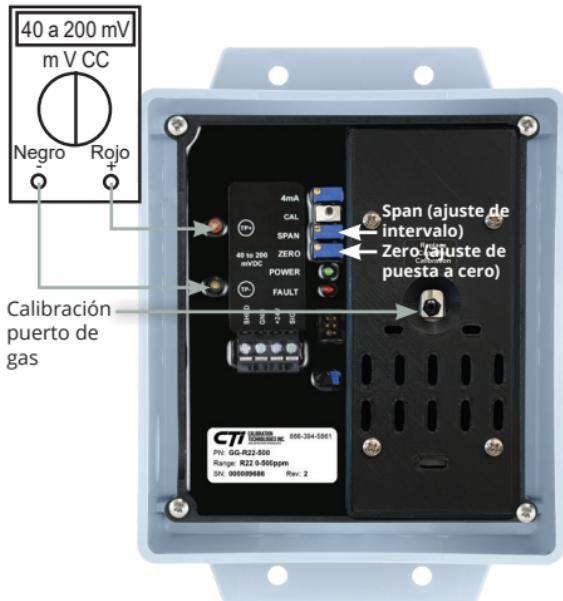

Figura 2: Componentes de la placa del sensor y ajuste de "zero/span"
- Ajuste el potenciómetro "zero" hasta que el sensor indique 40 mV CC entre los puntos de prueba [-] y [+]. (consulte la Figura 2).
- Conecte el tubo al puerto de calibración del tubo infrarrojo. (consulte la Figura 2)